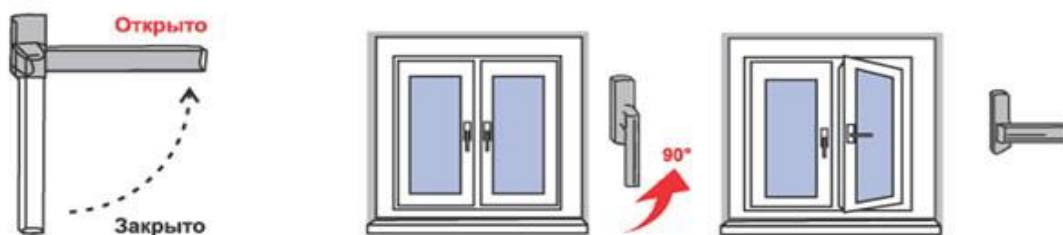

Рис. 1
1. Чтобы открыть (распахнуть) створку окна, ручку поворачивают на 90 градусов в горизонтальное положение (положение «Открыто» на Рис. 1). При повороте ручки закрытую створку прижимают к раме другой рукой (чуть выше ручки). Затем, потянув за ручку, створку распахивают (сплошной режим – поворотное открывание).